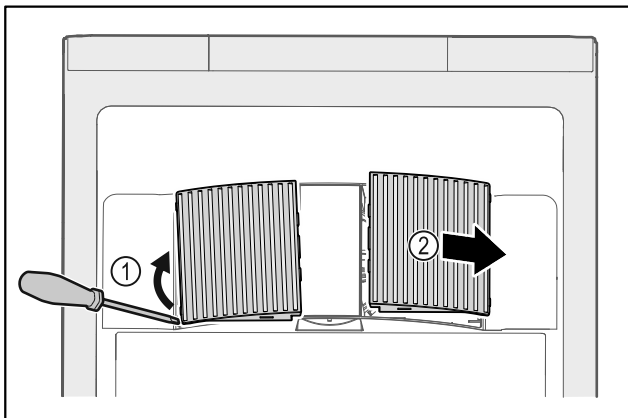

Fig. 47
- ▶ Осторожно подденьте крышки вентилятора сбоку Fig. 47 (1) и снимите их движением вперед Fig. 47 (2).